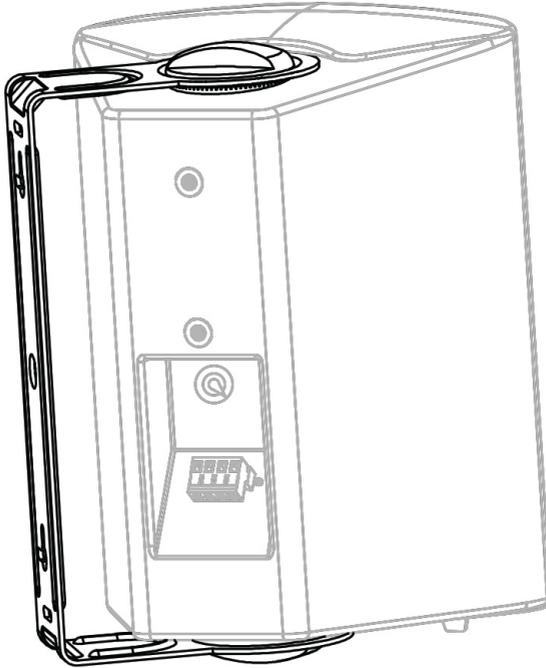

Рис. 3. Громкоговоритель Yarden 5-0 с присоединенным кронштейном
4. Совместите отверстия под шурупы на кронштейнах (верхние и нижние) с отверстиями на громкоговорителях и заверните рукоятки таким образом, чтобы каждое из отверстий удерживало громкоговоритель в кронштейне (см. рис. 3).